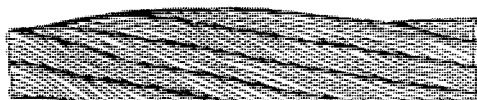

Рисунок 2.9.5
- местного увеличения диаметра каната (рисунок 2.9.5);